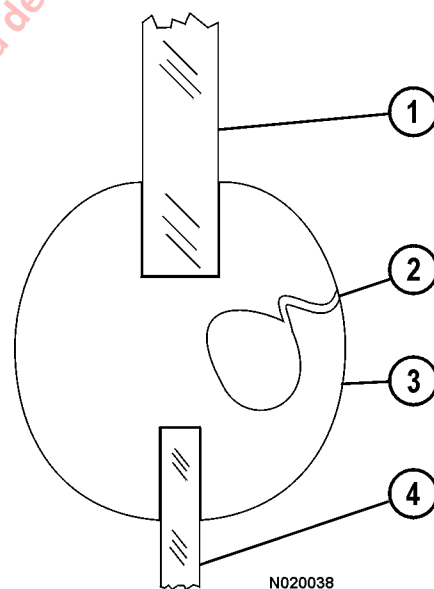
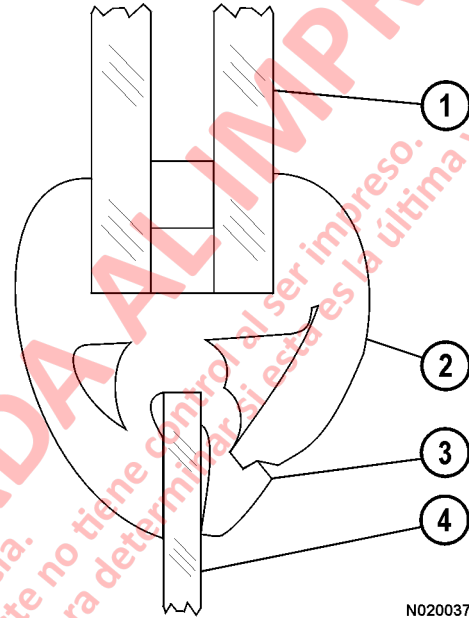

FIGURA 2-19. PARABRISAS FRONTAL
FIGURA 2-20. VENTANA TRASERA
2. Comience desde el centro inferior del vidrio y saque el borde del burlete del parabrisas (2, Figura 2-19 o 2-20). Utilice un lubricante no aceitoso para goma y destornillador para liberar el reborde de fijación.
3. Retire el vidrio (1) del sello (3) empujándolo hacia afuera desde el interior de la cabina.
- a. Instale un sello (3, Figura 2-19 o Figura 2-20) alrededor de la abertura de la ventana. Comience con un extremo del burlete en la parte inferior central de la abertura de la ventana y presiónelo por el borde de la abertura.